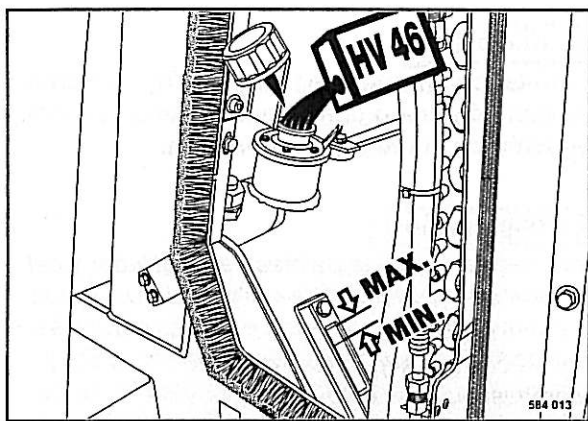

Fig. 73
- Comprobar el nivel del aceite por el cristal de observación (Fig. 73) en el depósito hidráulico.